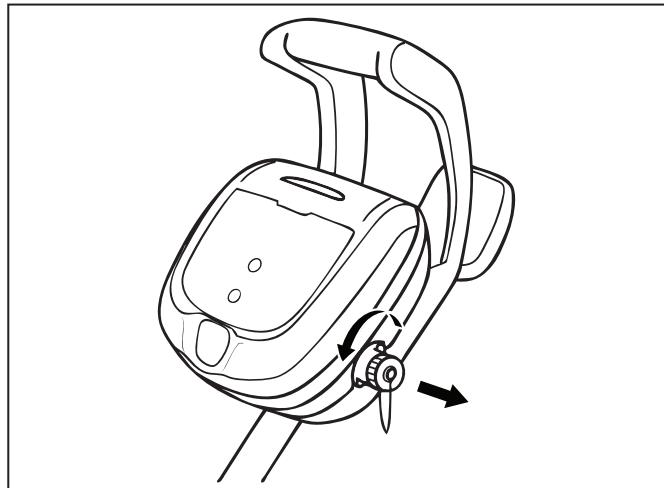

Figure 10. Retrait du capuchon protecteur
1. Dévissez le capuchon protecteur pour le câble flottant sur le côté de l'unité de commande en le tournant dans le sens antihoraire (Figure 10).